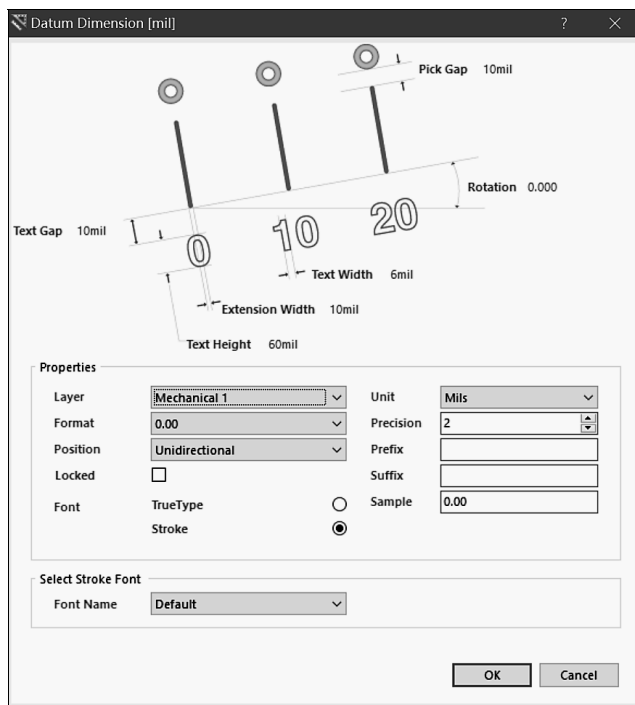
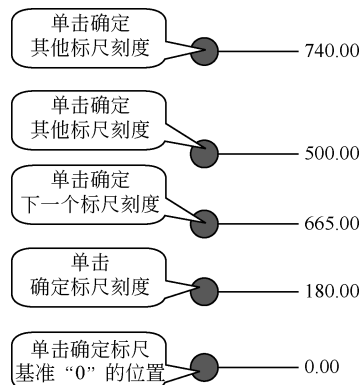

图 8-1-15 Datum Dimension 对话框
图 8-1-16 标尺标注放置过程
(1) 单击 Utilities 工具栏中的尺寸工具按钮 ，在弹出的工具栏中单击标尺标注按钮 ，或执行菜单命令 Place→Dimension→Datum。
(2) 按【Tab】键，打开如图 8-1-15 所示的 Datum Dimension 对话框。该对话框各参数设置与 Linear Dimension 对话框中的对应各项相同，此处不再赘述。
(3) 在 Datum Dimension 对话框中设置标尺的属性，单击【OK】按钮。
(4) 移动鼠标指针至基准处，单击确定标尺基准“0”的位置。
(5) 移动鼠标指针至第一个标尺处，单击确定标尺刻度，若需要标注垂直距离尺寸，可按【空格】键，旋转标注的方向。
(6) 移动鼠标指针至下一个标尺刻度处，单击确定下一个标尺刻度。
(7) 重复步骤(6)，确定所有的标尺刻度，右击或按【Esc】键。
(8) 移动鼠标，调整标尺数值的位置，结束操作。放置过程如图 8-1-16 所示。